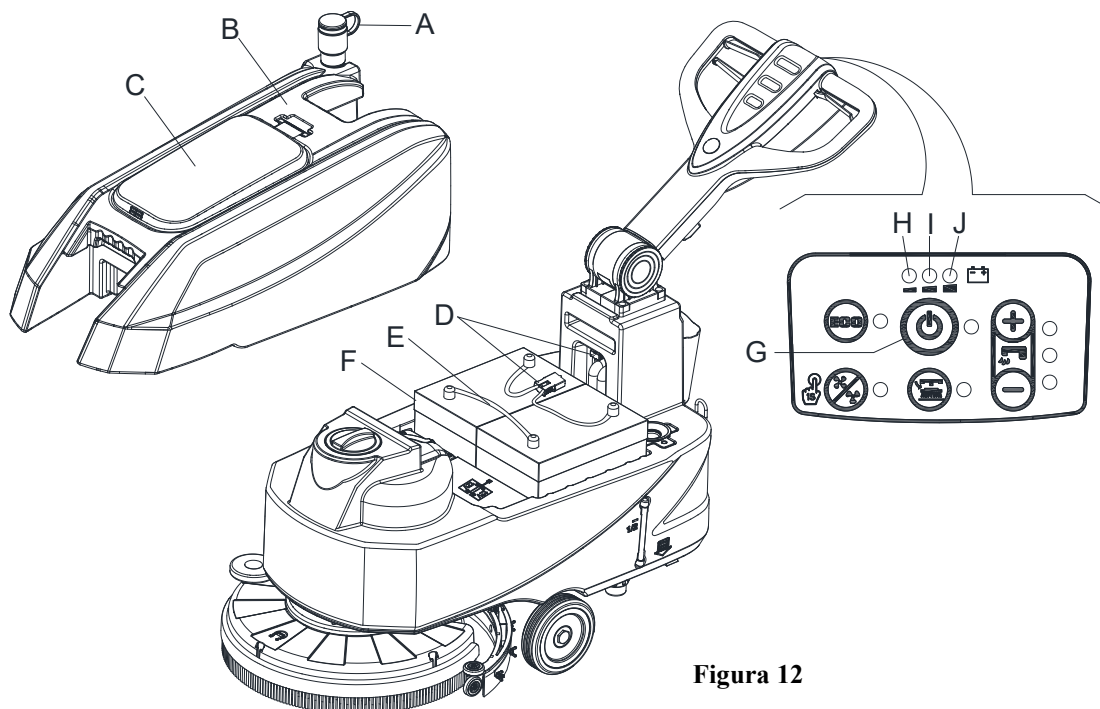

Figura 12
1. Abra la tapa (C, Figura 12) y controle que el depósito de recogida del agua (B) esté vacío, de lo contrario vacíelo mediante el tubo de descarga (A).
2. Mueva con cuidado el kit del depósito de recogida (B, Figura 12).
3. Conecte el conector de la batería (D, Figura 12).
4. Vuelva a colocar con cuidado el kit del depósito de recogida (B, Figura 12).
6. Pulse el interruptor de arranque (G, Figura 12).
- Controle el nivel de electrolitos dentro de las baterías (F); si es necesario, llénelas mediante los tapones.
- Si es necesario, limpie la superficie superior de las baterías (F).
Cargar las baterías cuando la luz de advertencia amarilla (I, Figura 12) o roja (H) están encendidas o cuando haya terminado la limpieza.